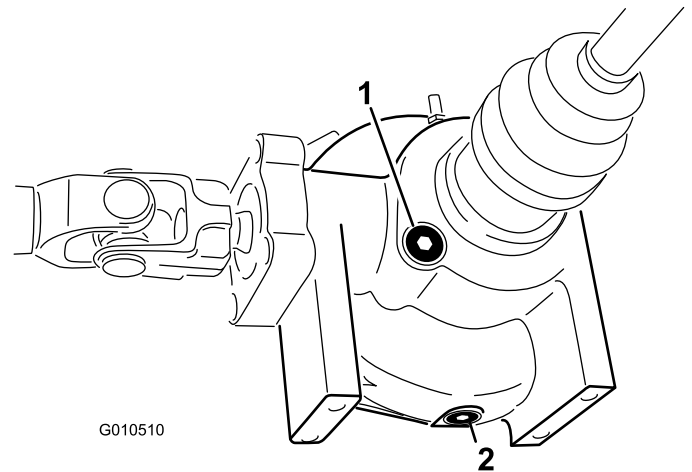

図 51
2. デファレンシャル側面にあるドレンプラグの周辺をウェスできれいにぬぐう(図 51)。